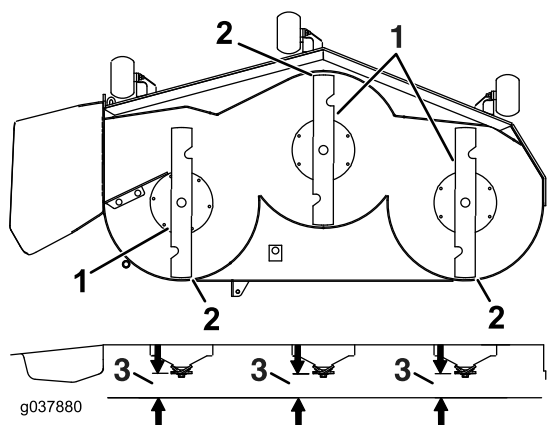

**Figura 79**
14. Ruotate con cautela le lame da un lato all'altro (Figura 79).